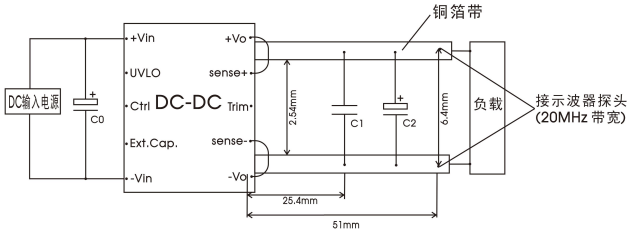

图 3
①纹波和噪声的测试方法见图 3, 噪声以靠测法为准。
所有该系列的 DC/DC 转换器的常规性能在出厂前，都是按照下图 3 推荐的测试电路进行测试，纹波噪声测试用图 3 接线测试。